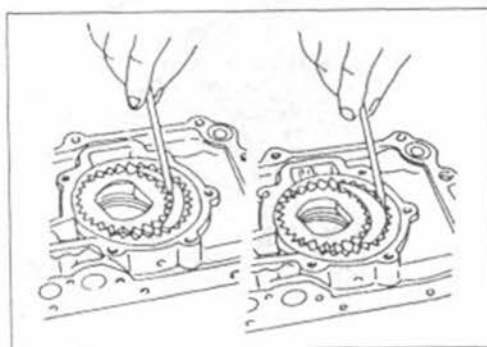

Рис. 118.
- При последующей проверке у стандартного двигателя замерять с помощью шаблона зазор между наружной шестерней и вставкой в форме полумесяца (см. рис. 118, справа). Зазор в этом месте не должен быть больше чем 0,35 мм. Такую же проверку провести на внутренней шестерне (рис. 118, слева), но в этот раз измерение проводить между внутренней шестерней и вставкой в форме полумесяца. В этом месте зазор не должен быть больше 0,40 мм. У дизельного двигателя и ДОНС-двигателя шаблон вставляется, как показано на